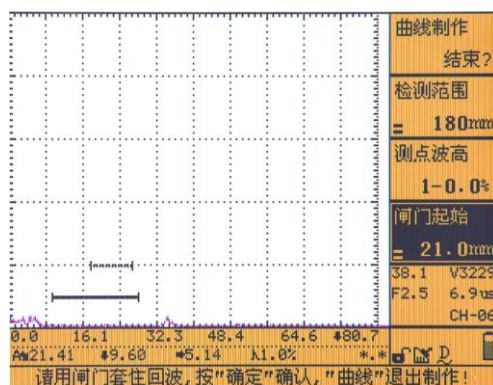

图 4.3
1、按【F1】键，选择“DAC”主菜单，再通过【向上】或【向下】键，选择“曲线制作”子菜单，单击旋转或【确认】键，开始制作 DAC 曲线，同时，“曲线制作”项由“开始”变为“结束？”，仪器自动选择“闸门起始”子菜单，且“测点波高”由“1-\*. ”变为“1-0.0%”，如图 4.3 所示。